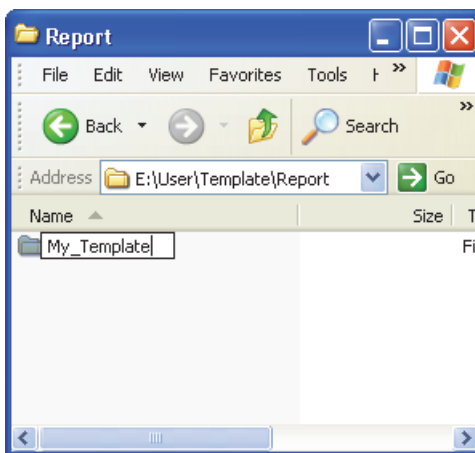

Рис. 7-5 Путь к файлам пользовательского отчета
4. Переименуйте только что скопированную папку \User\Template\Report\Complete\, используя любое имя по вашему усмотрению (в примере на Рис. 7-5 на стр. 211 она переименована в Мой_Шаблон).